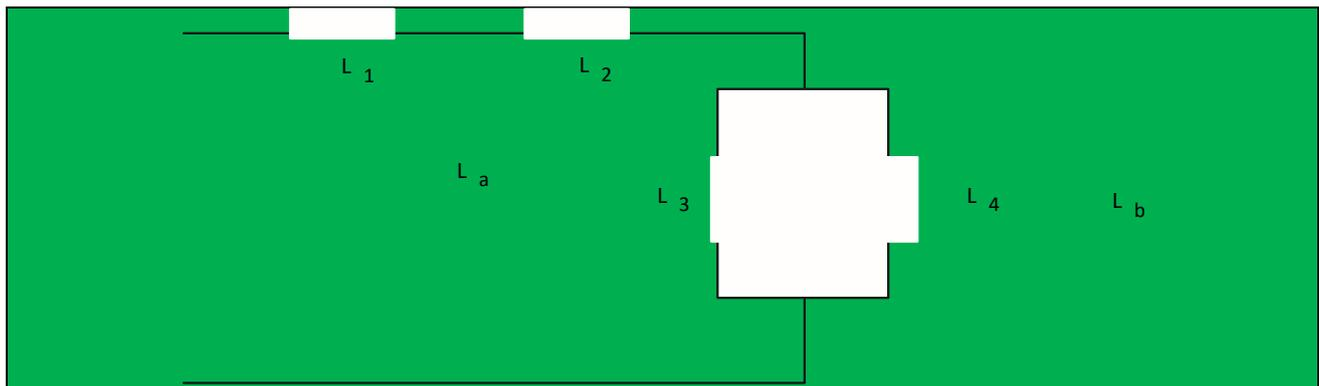

Figura 73: Indutores em série/paralelo.
- ✓ No circuito da figura (*figura 73*), podemos começar calculando a indutância L_a equivalente a L_1 e L_2 , que estão em série. Depois calculamos L_b , que equivale à associação L_3 e L_4 , que estão em paralelo.